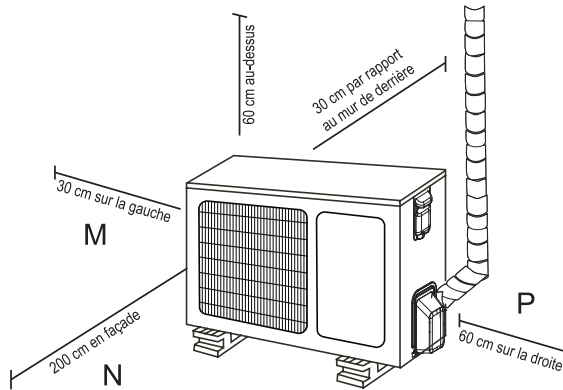

Fig. 5.7
**REMARQUE :** La distance minimale entre l'unité extérieure et les murs spécifiée dans le guide d'installation ne s'applique pas aux pièces hermétiques. Veillez à ce que l'unité soit parfaitement dégagée dans au moins deux des trois directions (M, N, P). (Voir Fig. 5.7.)